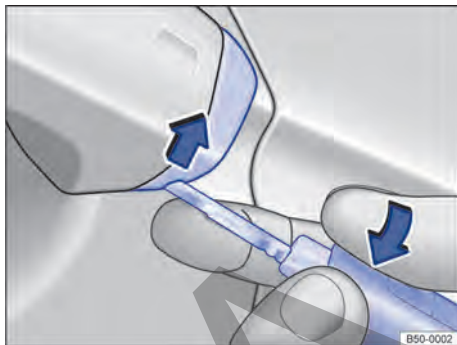

Fig. 53 Manilla de la puerta del conductor: levantar la caperuza.
- Levantar la cubierta con la llave del vehículo en el sentido de la flecha → fig. 53.